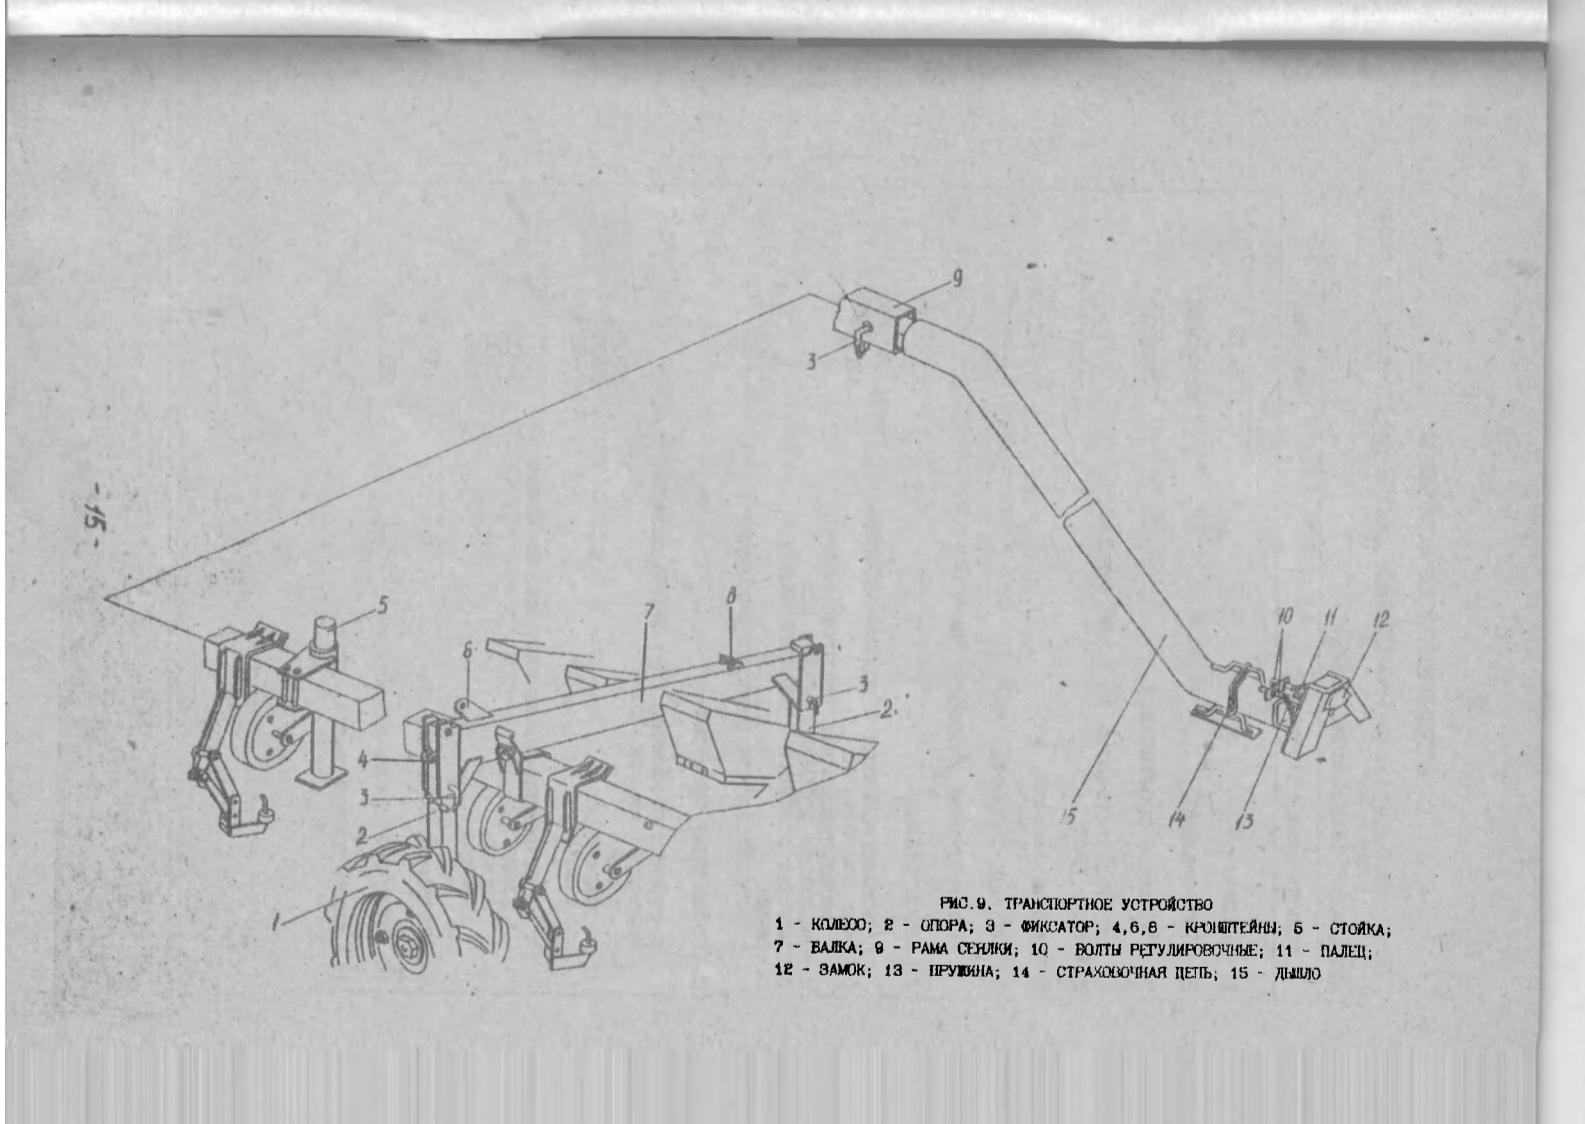

Рис. 9. ТРАНСПОРТНОЕ УСТРОЙСТВО
3.7 Транспортное устройство (рис.9) предназначено для транспортирования сеялки трактором по дорогам общего пользования. Оно состоит из: дышла 15, которое крепится на раме сеялки 9 при помощи фиксатора 3; балки 7; двух опор 2, к которым крепятся колеса 1; стойки 5. Балка 7 устанавливается на раме сеялки, к ней крепятся опоры 2 с колесами 1. Транспортное устройство присоединяется к трактору посредством подсоединения замка 12 дышла на автосцепку трактора.